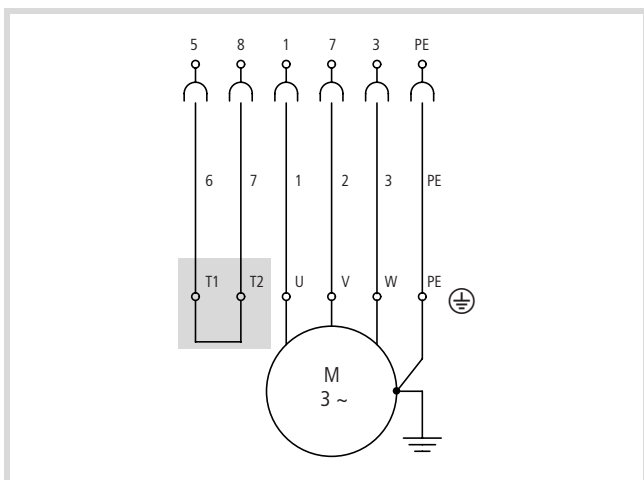
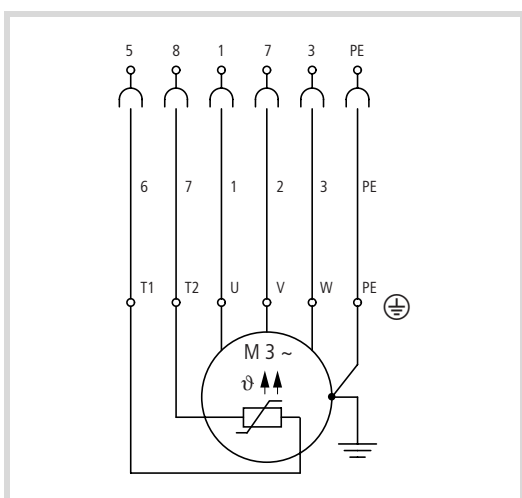

Figure 72 : Raccordement du moteur sans thermistance
Figure 73 : Raccordement du moteur avec thermistance
- la thermistance est correctement raccordée ou si les conducteurs 6 et 7 sont pontés sur le bornier moteur (→ fig. 72 et fig. 73, page 63),